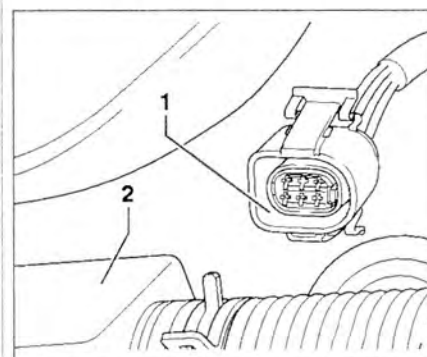

Рис. 3.66. На двигателях AGX до 01.99, AND до 04.98: отсоедините разъем 1 от расходомера 2.
9. Отсоедините разъем 1 от расходомера 2 (рис. 3.66). Включите зажигание.